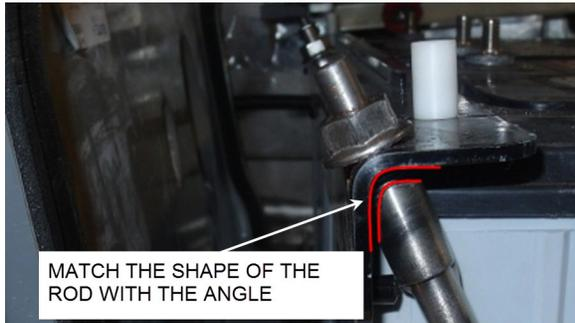

FIGURA 51: FORMA DE LA VARILLA
3. El extremo superior de las varillas está conformado para coincidir con el ángulo (FIGURA 51).